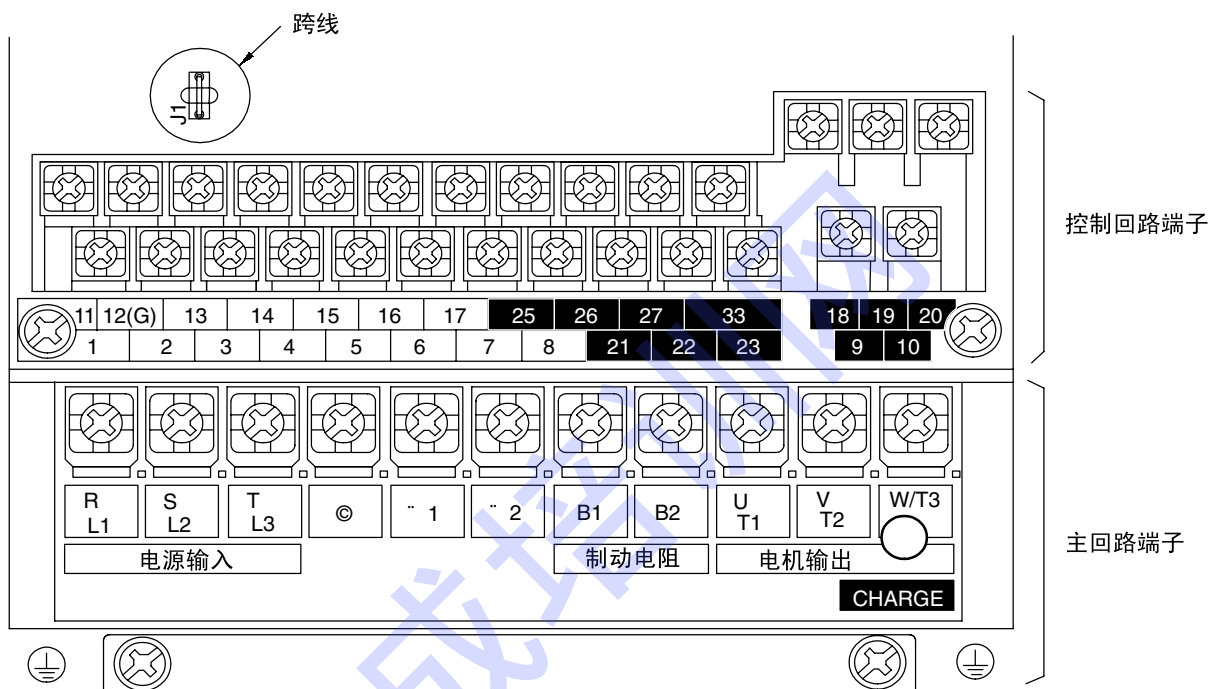

图 7.11 跨线的安装位置 以 200V 级 0.4kW 的变频器为例
- 向频率指令（电流）端子 14，输入电压（设定值 0 或 1）请一定要切断控制基板上的 J1 跨线（参照图 7.11）。不切断跨线就输入电压，输入电阻将被烧坏。